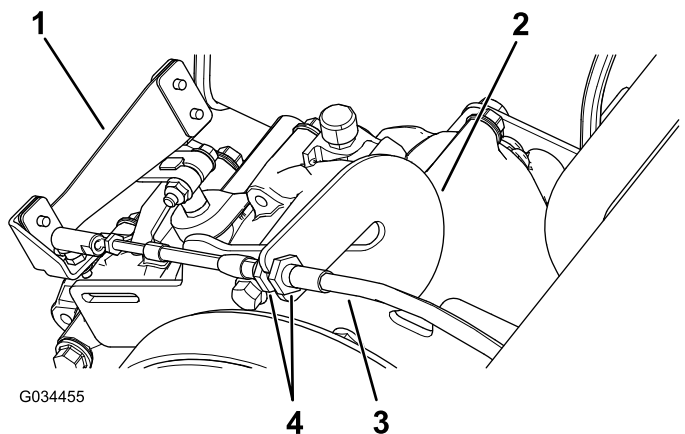

Bild 60
- Lösen Sie die Klemmmuttern am Bowdenzug und stellen sie ggf. ein (Bild 60).
- Testen Sie die Ganghebelstellung, indem Sie den Ganghebel auf drei unterschiedliche Stellungen drehen. Prüfen Sie, ob der Ganghebel (Bild 60) richtig beim Ändern der Gänge schaltet, siehe Ganghebel und Ganghebelanzeige \(Seite 14\).